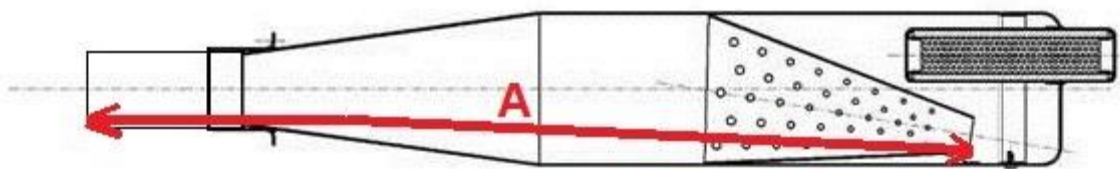

Figura 2. A = 655 +/-3mm.
14.4 El largo del conjunto escape, alargue identificado como cota A en la figura 2 será de 655mm +/-3mm. La medida se tomará con el escape armado desde la punta del cono difusor interior hasta el final del alargue, como lo muestra la figura 2.